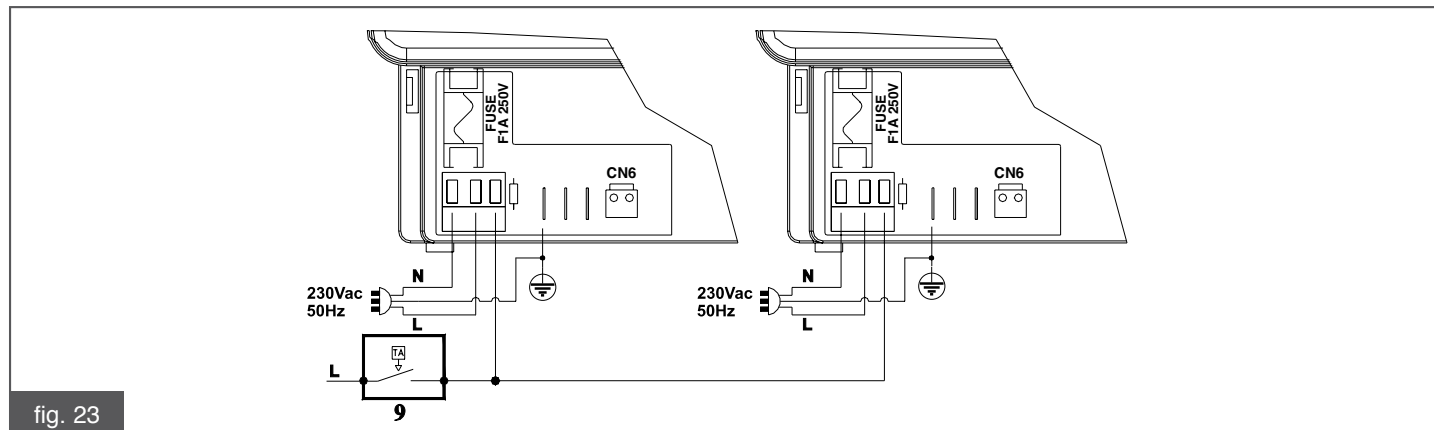

fig. 23
- Collegare i fili di FASE e NEUTRO rispettivamente ai morsetti L ed N della morsettiera. Con l'ausilio di un fast-on collegare il cavo di terra al morsetto F2 (fig. 23). **Attenzione: in caso di inversione FASE con NEUTRO, la macchina non esegue correttamente la fase di accensione.**
- Collegare i morsetti 3 dei vari apparecchi tra di loro (fig. 23).